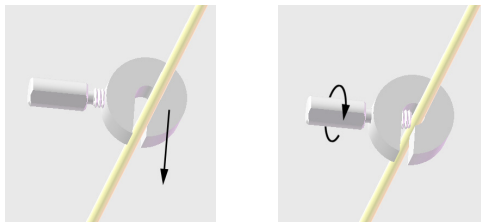

Figure 2 : Application de la butée de la sonde DBS
5. Mesurez la profondeur souhaitée de la sonde DBS à l'aide d'une jauge ou d'une règle et appliquez la butée de la sonde DBS à cette distance. Pour appliquer la butée de la sonde DBS, poussez la sonde DBS au centre de la butée, puis serrez la vis (Figure 2). Cela permet de s'assurer que la sonde DBS est insérée à la bonne profondeur.